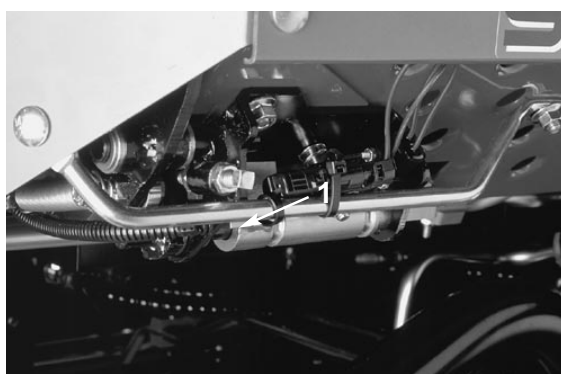

Fig. 8
**Bemærk:** På fabrikken indstilles klippehastigheden på 9,6 km/t. Hastigheden kan sættes op eller ned ved at justere hastighedsstopskruen (fig. 8).